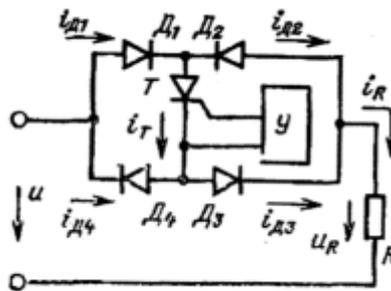

Рисунок 12 – Однофазный мостовой прерыватель переменного тока
20. Определите средние и действующие значения токов диодов и тиристора прерывателя со схемой соединений, показанной на рис. 12. Угол управления тиристора $\alpha = 30^\circ$, $U = 110$ В, $R = 5$ Ом.